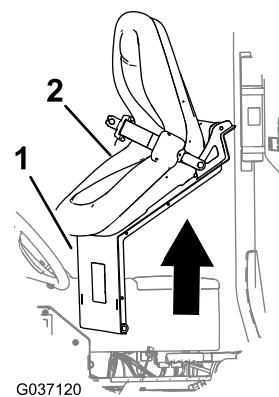

図 7
- 5. 座席と座席プレートを持ち上げて車体から取り外す 図 7。